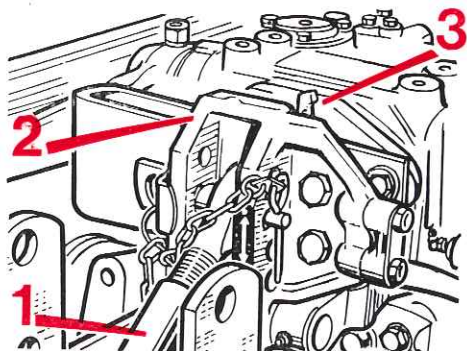

FIG. 44
— dans le 3^e trou pour les travaux lourds. Le coin de verrouillage (3) fig. 44 est libéré.